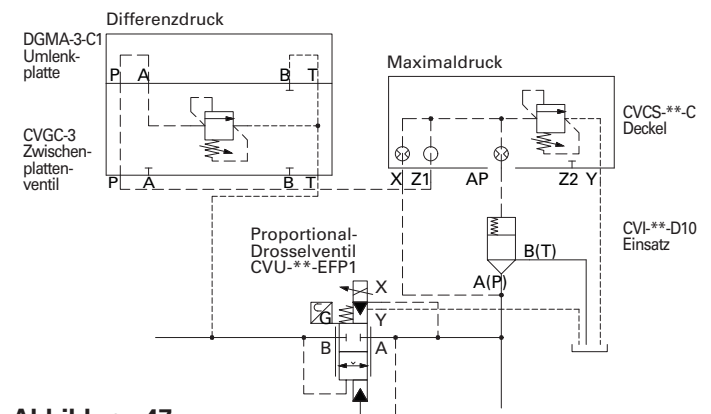

Abbildung 47
**Abbildung 47.** Bei diesem Kreislauf wirken der CVCS-\*\*-C-Deckel und CVI-\*\*-D10-Einsatz als Druckbegrenzungsventil für den maximalen Systemdruck. Der Steueranschluss Z1 des Einbauventildeckels ist über eine Verbindungsleitung mit einem separaten Zwischenplattenventil und der Lastseite des Drosselventils verbunden und regelt zusammen mit der Hauptstufe der Druckwaage den Differenzdruck am Drosselventil.